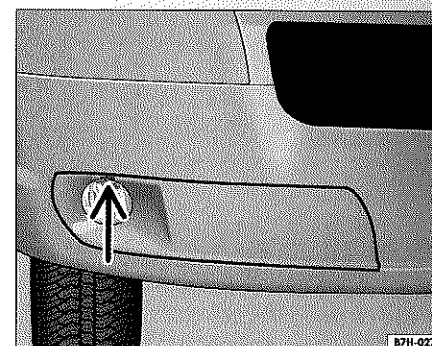

Fig. 45 Desmontaje de la cubierta de la argolla de remolque en vehículos con paragolpes pintados
– Si se trata de vehículos con paragolpes pintados oprima la pestaña de retención hacia arriba, por el orificio (flecha) ⇒ fig. 45, y extraiga la cubierta hacia delante.